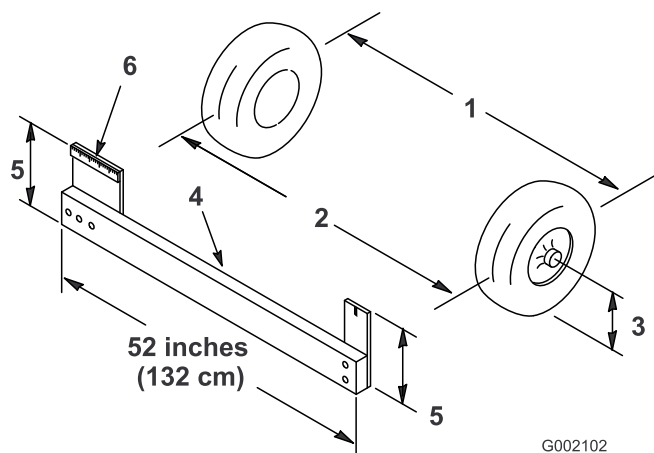

Figura 11
1. Meça a distância entre os pneus dianteiros à altura do eixo na zona dianteira e traseira dos pneus dianteiros (Figura 11). É necessário um objecto imóvel ou um medidor de alinhamento para a medição traseira dos pneus dianteiros à altura do eixo. Utilize o mesmo objecto ou medidor de alinhamento para obter uma medição precisa da dianteira dos pneus dianteiros à altura do eixo (Figura 11).